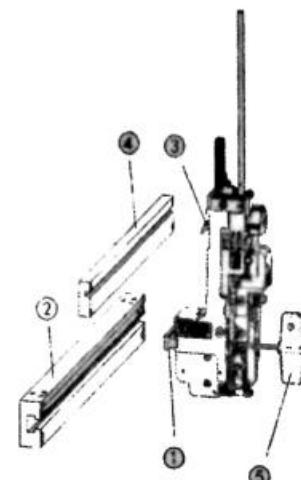
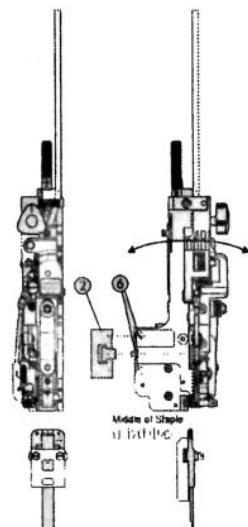

Рис.1
Рис. 2
- Установка проволошвеек (Рис.1)
- Вставьте штапельную головку в монтажный блок так, чтобы блок привода (3) также был вставлен в балку (4), а Т-образный блок - только в паз штапельной головки.
- Боковая регулировка (Рис.1)
- Ослабьте Т-образный монтажный блок ① с помощью ключа ⑤.
- Фронтальная регулировка (Рис.2)